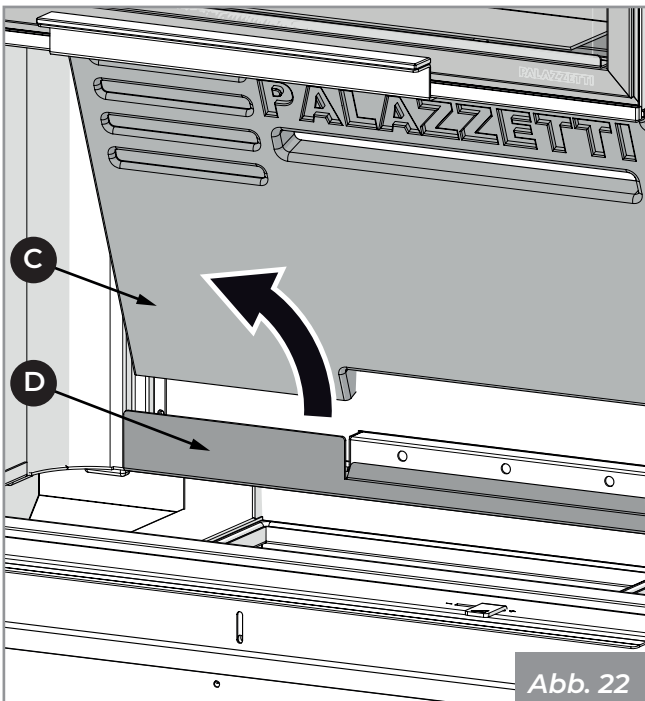

Abb. 22
- 2) Entfernen Sie das feuerfeste Rückenstück (C), indem Sie es nach oben drücken und dabei auf die Halterung (D) (Abb. 22) achten.